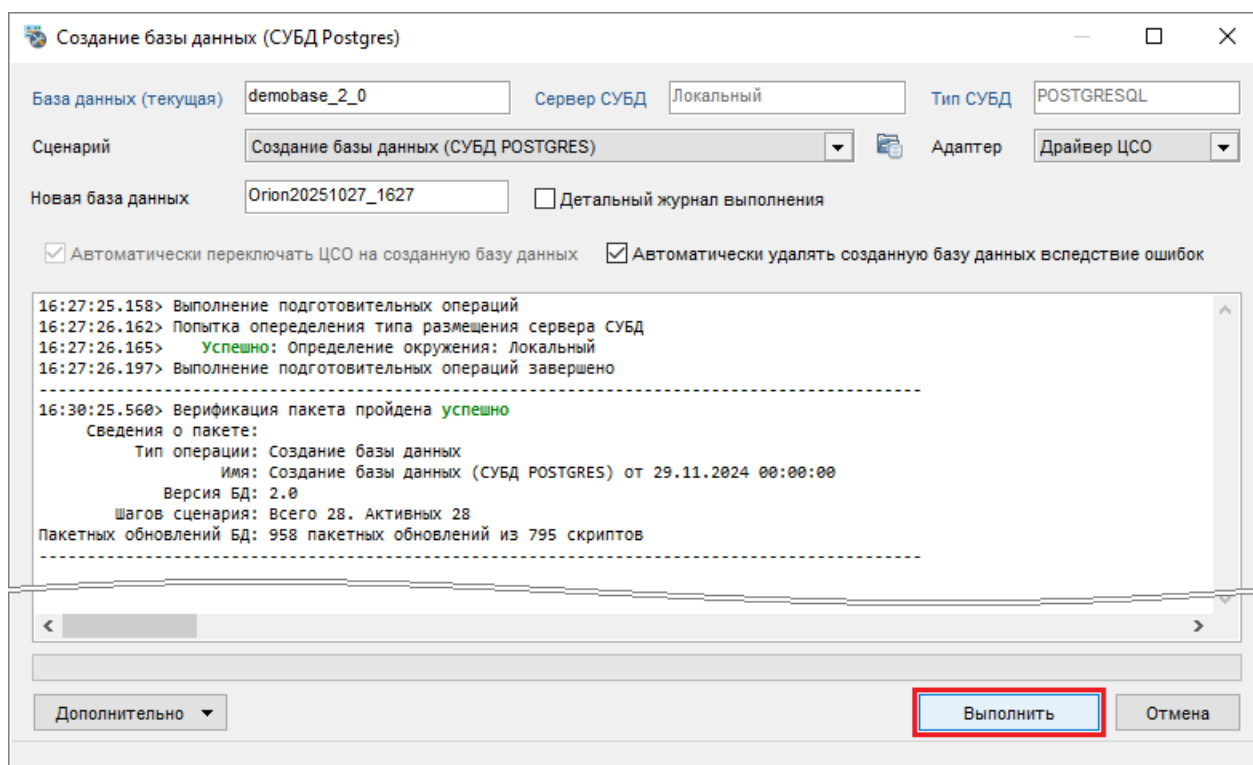

Рисунок 4-46 Запуск процесса создания БД
- 4) при отсутствии в протоколе ошибок (либо новых ошибок, если таковые отображались ранее) нажмите кнопку «Выполнить» (см. Рисунок 4-46) для запуска процесса создания новой БД.